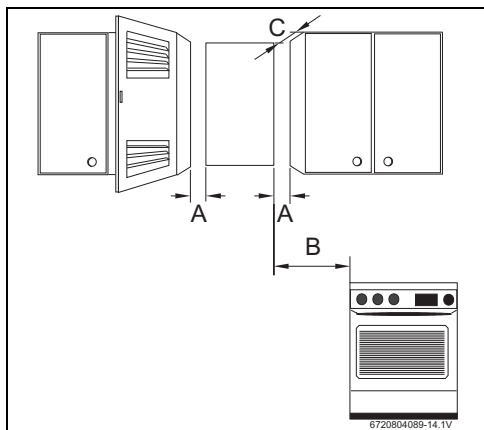

Fig. 12 Distancias mínimas
- Respetar las medidas mínimas de instalación indicadas en la Fig. 12.
- ▶ Garantizar un buen acceso para realizar los trabajos de mantenimiento respetando siempre las distancias mínimas indicadas en la Fig. 12.